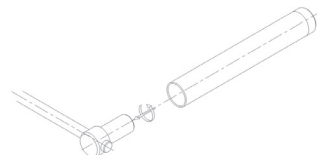

Abbildung 5: Kleben des Handtellerröhrchens
3. Kleben Sie den Handverbindungsteil mit dem mitgelieferten Kleber an der gewünschten Stelle fest. Bevor Sie die Teile verleimen, reinigen Sie die Klebeflächen (z.B. mit Aceton) und rauhen Sie diese mit Schmirgelpapier an. Ziehen Sie nach Überprüfung der Position die Sicherungsschraube am Handverbindungsteil sorgfältig zu (Abbildung 5). Verleimen Sie anschließend die Handtellerröhre mit dem Handverbindungsteil und setzen Sie den Rohrabchlussstöpsel ein. Der Kleber ist nach 15 Minuten fest, erreicht die funktionelle Stärke jedoch erst nach 3 Stunden. Während der Aushärtephase können die Pelottenträger mit Klebeband an der richtigen Stelle fixiert werden.